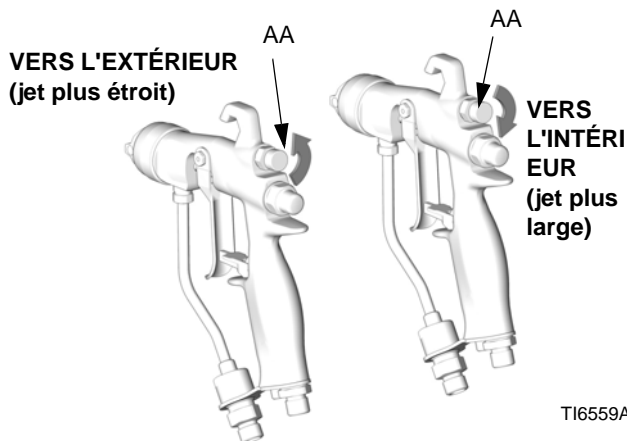

FIG. 5. Bouton d'air du jet
1. Consultez la FIG. 5. Fermez l'air de réglage du jet en tournant le bouton (AA) à fond dans le sens horaire (vers l'intérieur). Le pistolet est réglé sur le jet le plus large.
3. Consultez la FIG. 5. Pour un jet plus étroit, tournez le bouton de la vanne de réglage du jet (AA) dans le sens antihoraire (vers l'extérieur). Si le jet n'est pas encore assez étroit, augmentez légèrement la pression d'air au pistolet ou utilisez une buse de taille différente.